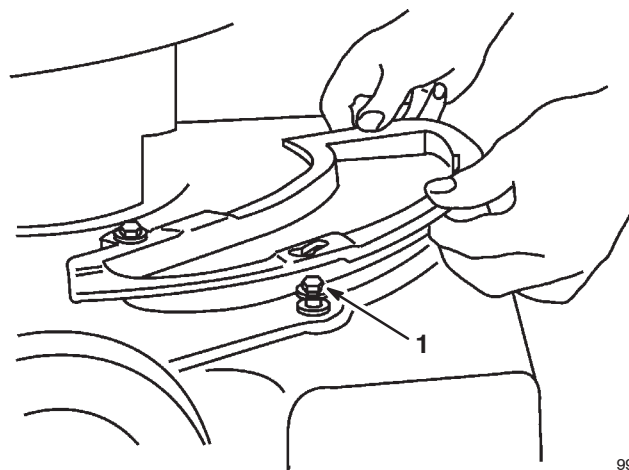

Figure 60
3. Les deux boulons à épaulement du carter de la tondeuse dépassent des trous oblongs de l'obturateur et n'ont pas besoin d'être desserrés ou retirés. L'obturateur se déplace sur les têtes de ces boulons (Fig. 60).